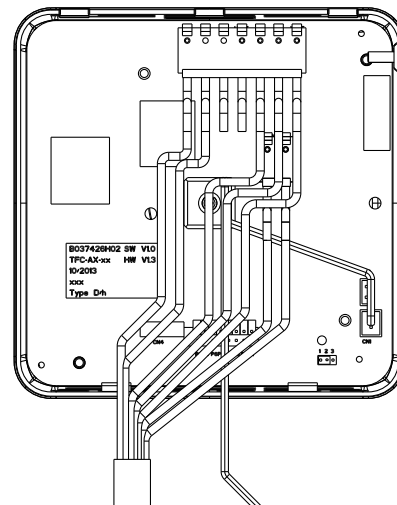
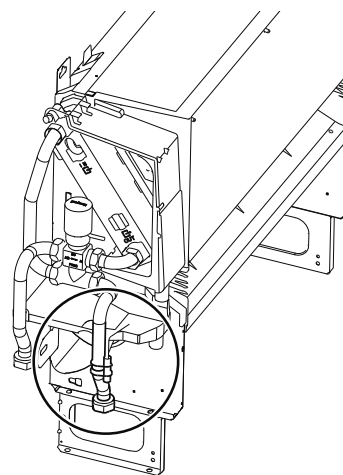

Fig. 6
Fig. 7
Abra o comando desparafusando o parafuso de fecho específico (see fig. 6). Ligue o sensor lado conector na placa electrónica ao conector ⑦ (veja fig. 6). Ligue a outra extremidade à tubagem de entrada da água através do prendedor e abraçadeiras fornecidas (veja fig. 7). Finalize a operação isolando a tubagem com cuidado usando o isolante fornecido.